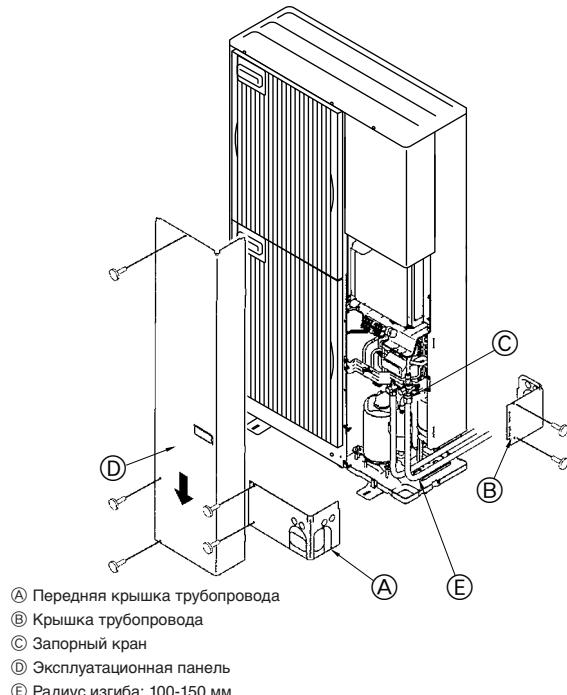

Fig. 5-10
5.6. Прокладка труб хладагента (Fig. 5-10)